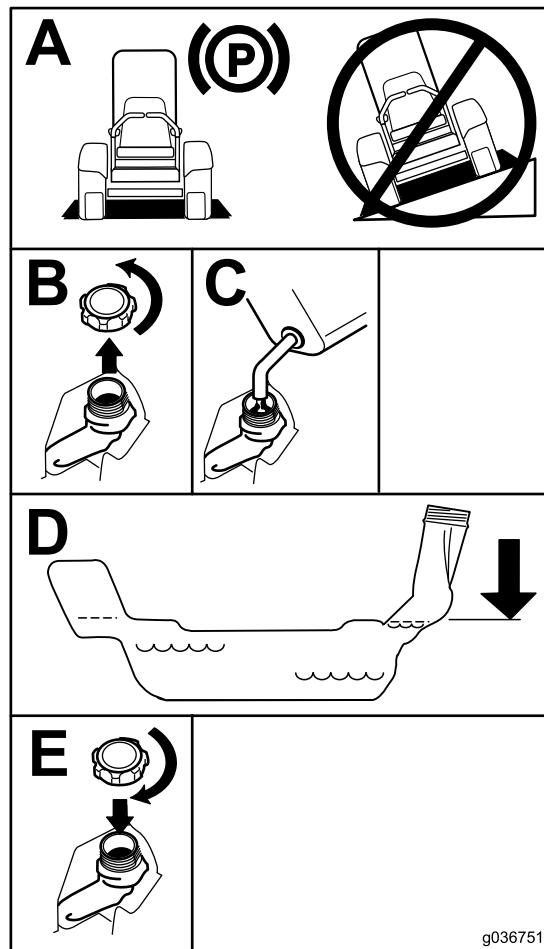

Bild 7
5. Füllen Sie den Kraftstofftank bis zur Unterseite des Füllstutzens (**Bild 7**).